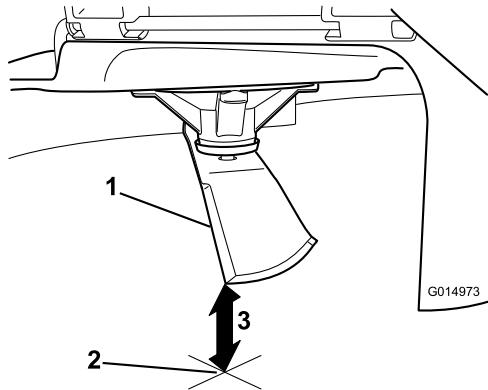

Figura 90
3. Mida desde la punta de la cuchilla hasta la superficie plana (Figura 90).